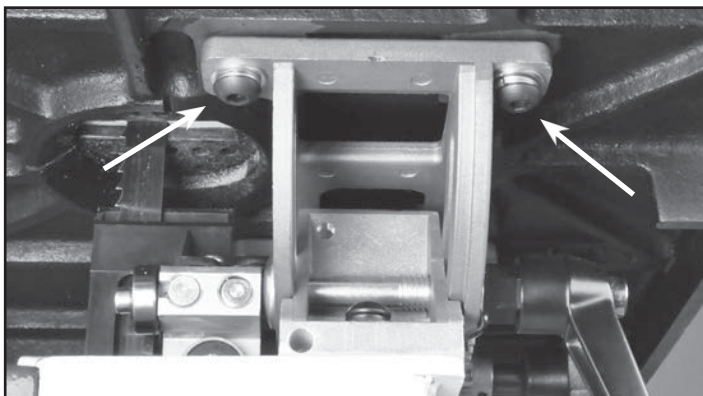
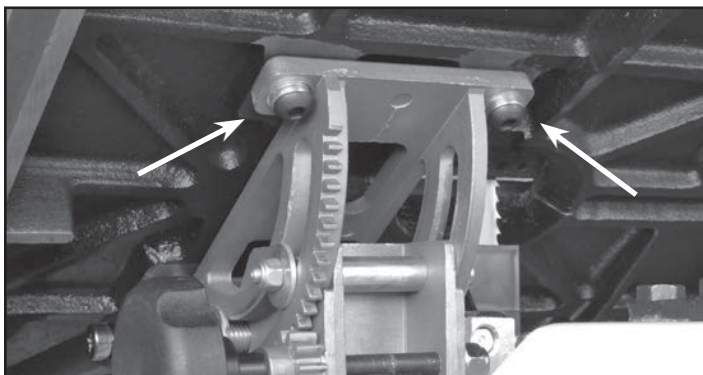

FIGURE 2
FIGURE 3
2. Montez la table en place sur le tourillon avec l'aide d'une autre personne. La table est lourde! Faites-le à partir de l'arrière de la machine pour faciliter l'insertion de la lame préinstallée dans la fente de la table. Fig. 2.
3. Fixez la table au tourillon avec les quatre vis six pans, Socket Cap rondelles et des rondelles (pièces # 11B, 10B, 9B). Installez deux boulons à droite de la lame, la main serrée seulement. Fig. 2. Versez alors la table à 45 degrés et installer les deux boulons à gauche de la lame. Fig. 3. **NE PAS** serrer les boulons à ce moment. Retour à la table en position horizontale.